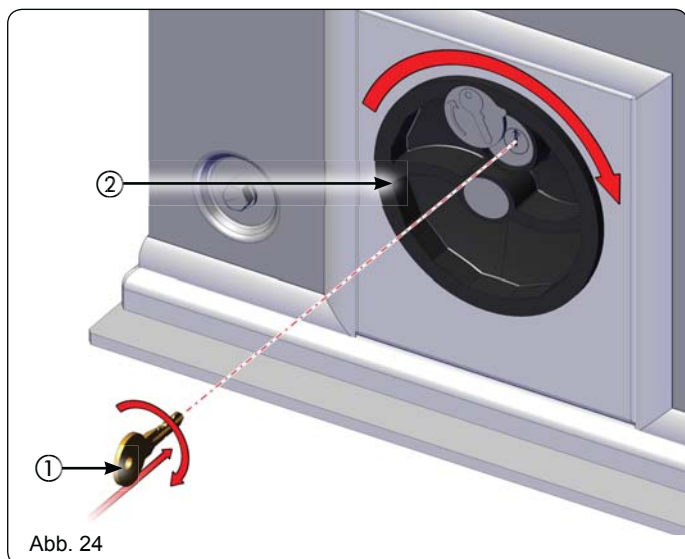

Abb. 24
1. Den im Lieferumfang enthaltenen Schlüssel einstecken und im Uhrzeigersinn drehen (Abb. 24 Bez. ①).
2. Das Entriegelungssystem im Uhrzeigersinn bis zum mechanischen Anschlag drehen (Abb. 24 Bez. ②).